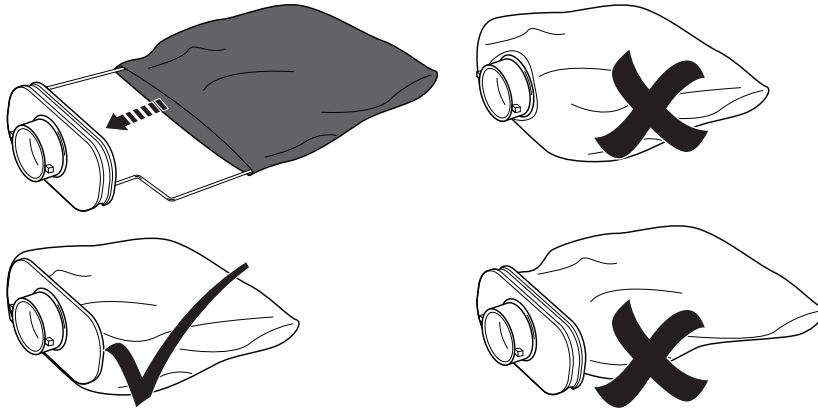

Fig. 11
- > Remplacez le sac à poussières (8a) sur l'adaptateur du sac à poussières (8c), en vous assurant que le col élastique est correctement positionné (Fig.11) et réinstallez-le sur le produit.